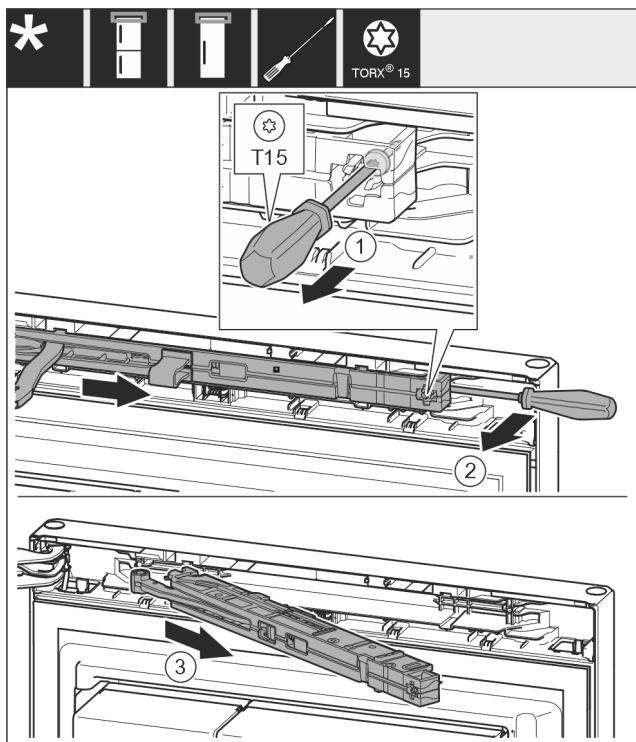

Fig. 11
- ▶ Šroub Fig. 11 (1) na jednotce tlumiče zavírání povolte šroubovákem 14 mm.
- ▶ Vypačte jednotku tlumiče zavírání Fig. 11 (2) na straně madla šroubovákem dopředu.
- ▶ Vytáhněte jednotku tlumiče zavírání Fig. 11 (3).